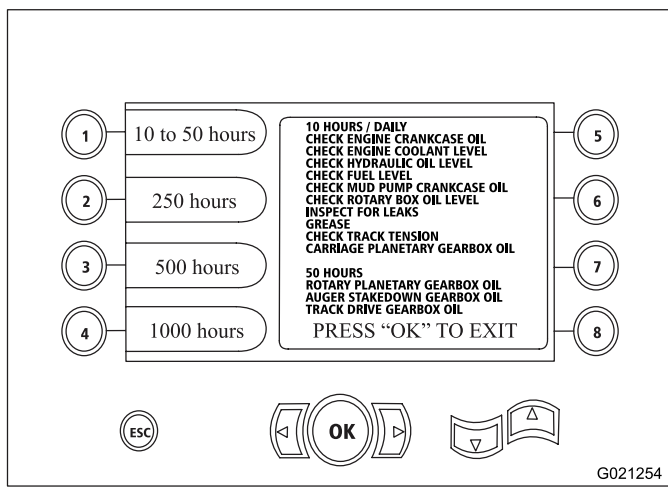

Figura 24
- Botón 1 – Programa de mantenimiento de 10 horas y 50 horas (Figura 24)